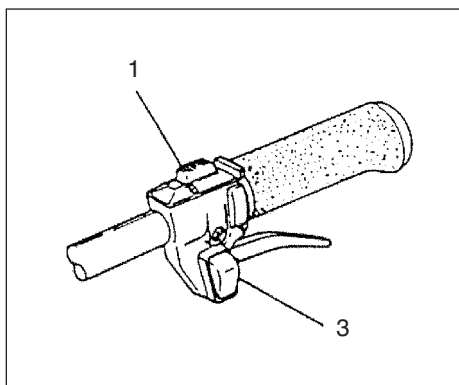

Fig. 2-2
Start (Fig. 2-2, 2B)
1. Sæt tændingskontakten (1) på positionen ON. (Fig. 2-2)
2. Tryk sikkerhedsafbryderen (2) (hvis monteret) ind, træk i gashåndtaget, og tryk på låseknappen (3). Slip derefter først gashåndtaget langsomt og derefter sikkerheds-afbryderen. Det låser gashåndtaget i startpositionen. (Fig. 2-2, 2B)